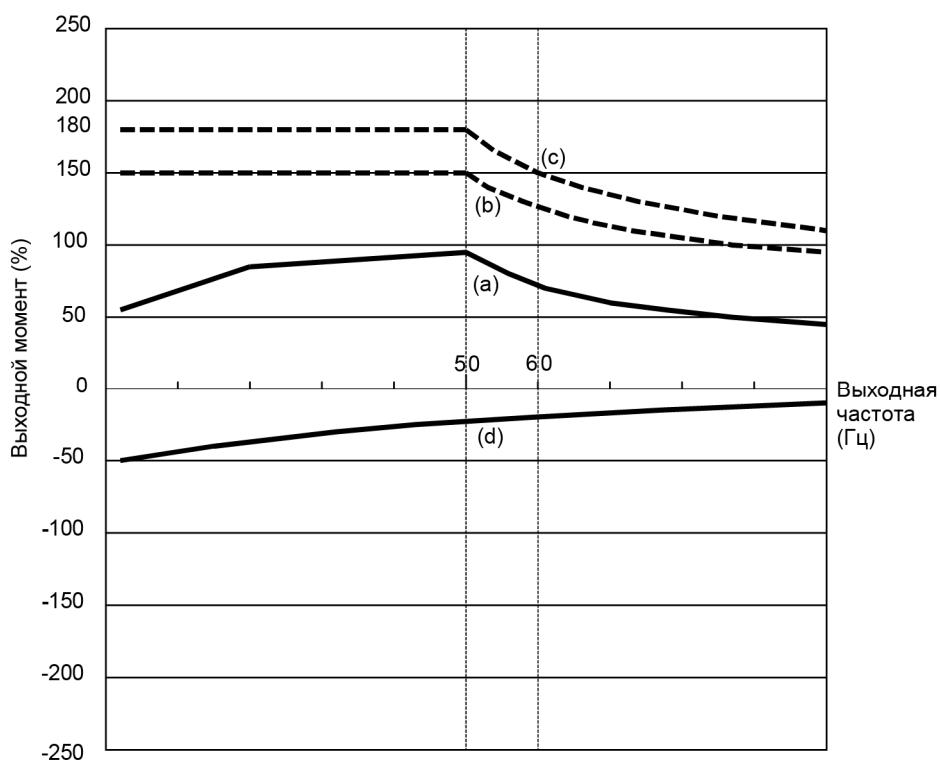

Рисунок 3.1 Характеристики выходного момента (Основная частота: 50 Гц)
(1) Допустимый непрерывный момент вращения (Кривая (а) на Рис. 3.1 и 3.2)
(2) Максимальный кратковременный момент вращения (Кривые (б) и (с) на Рис. 3.1 и 3.2)
(3) Пусковой момент (в области нулевой выходной частоты 0 Гц на Рис. 3.1 и 3.2)
(4) Тормозной момент (Кривая (д) на Рис. 3.1 и 3.2)